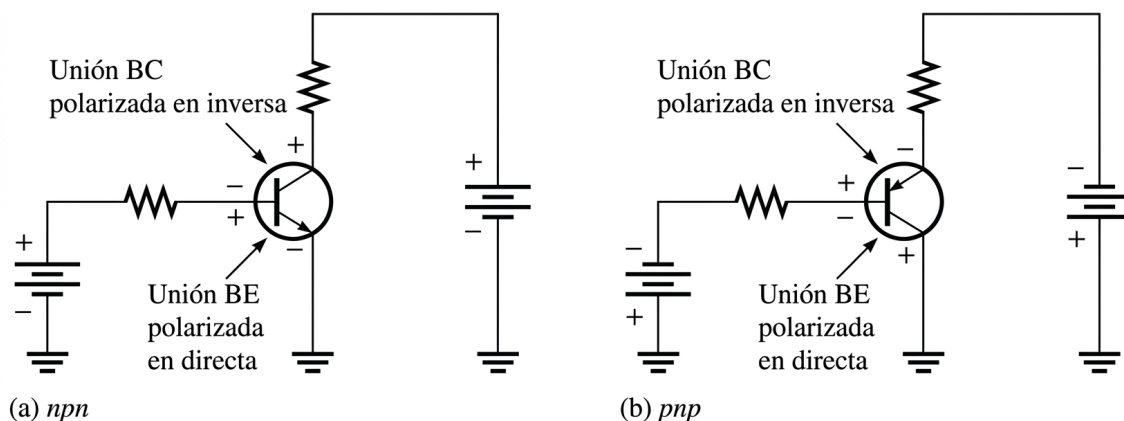

Figura 2: Polarización en directa-inversa de un BJT.
Para que un BJT opere adecuadamente como amplificador, las dos uniones pn deben estar correctamente polarizadas con voltajes de cd externos. En esta sección se utiliza principalmente el transistor npn como ilustración. La operación del pnp es la misma que para el npn excepto en que los roles de los electrones y huecos, las polaridades del voltaje de polarización y las direcciones de la corriente se invierten. La figura 2 muestra los arreglos para polarización tanto de BJT npn como pnp para que operen como amplificador. Observe que en ambos casos la unión base-emisor (BE) está polarizada en directa y la unión base-colector (BC) polarizada en inversa. Esta condición se llama polarización en directa-inversa.